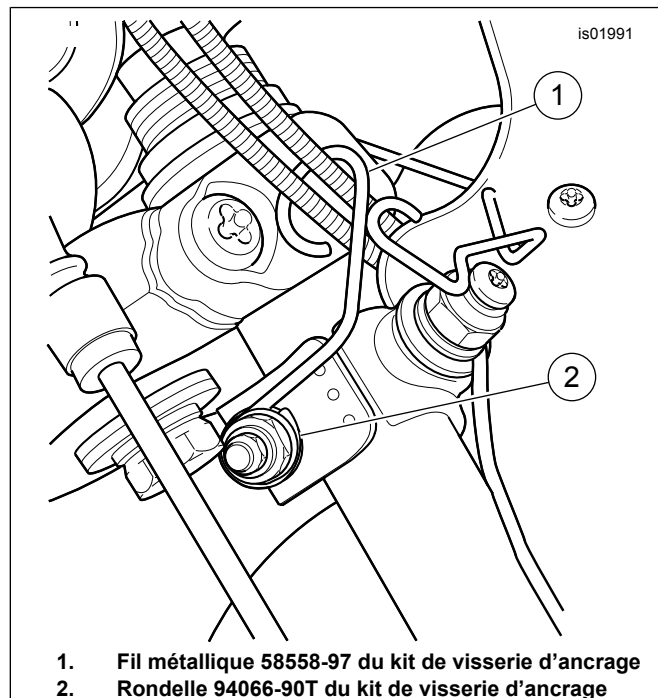

Figure 3. Attache de câble d'accélérateur (tous les guidons sauf les guidons de type Buckhorn) (Vue vers le haut)
- En ce qui concerne les autres styles de guidon que les guidons larges de type Buckhorn, voir la figure 3. Utiliser le fil métallique (1) du kit de visserie d'ancrage pour fixer les câbles de commande des gaz à la bride de montage supérieure, comme indiqué. Placer la rondelle de chrome (2) du kit entre le fil et l'écrou de la bride de montage.